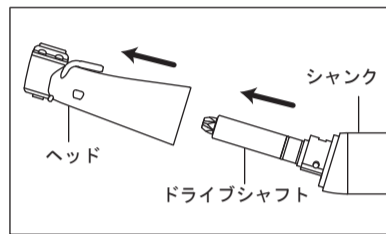

図8
- 4) ヘッドをシャンクから引き抜きます。(図8)
- 5) ドライブシャフトをシャンクから引き抜きます。(図8)